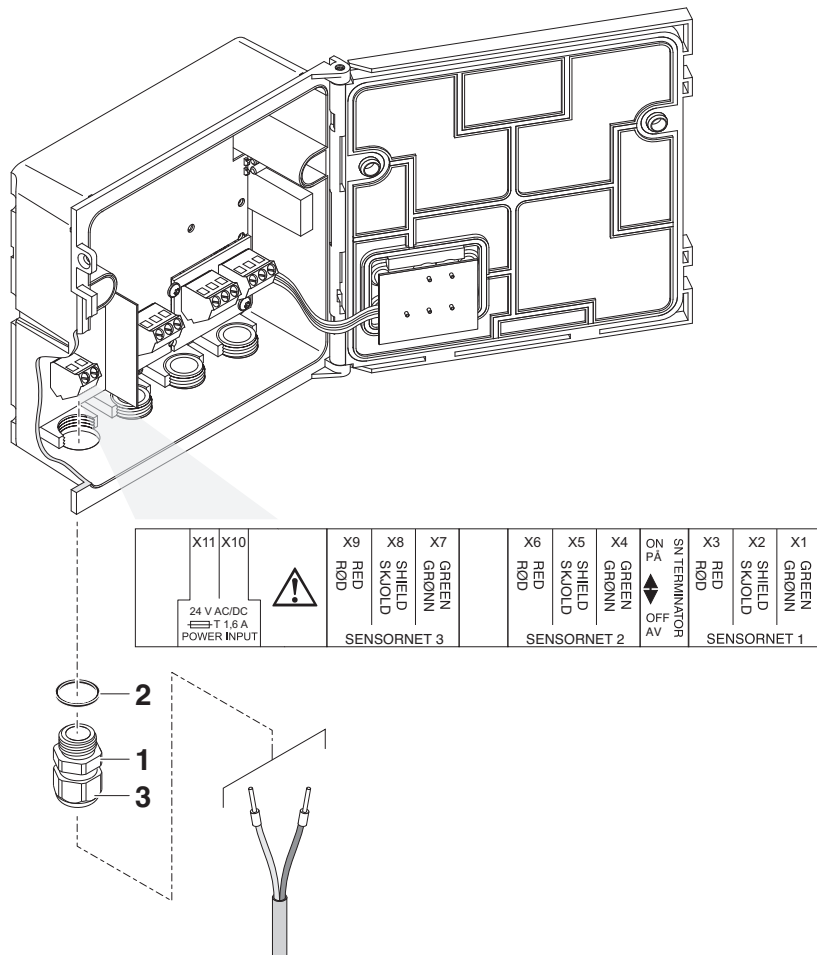

Fig. 3-2 Koble til 24 V AC/DC-kabelen.
- 5 Skru kabelgjennomføringen (pos. 1 i Fig. 3-2) med tetningsringen (pos. 2) inn i modulhuset.
- 6 Løsne koblingsringen (pos. 3).
- 9 Stram koblingsringen (pos. 3).